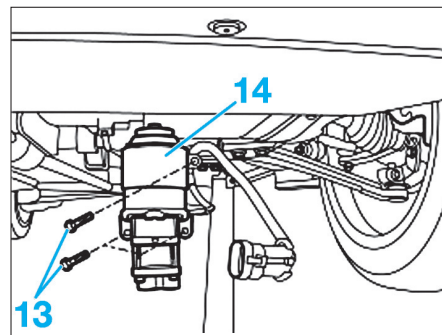

Fig. 48
- Déposer les vis de fixation (13) et déposer la pompe électrohydraulique (14) (Fig.48).